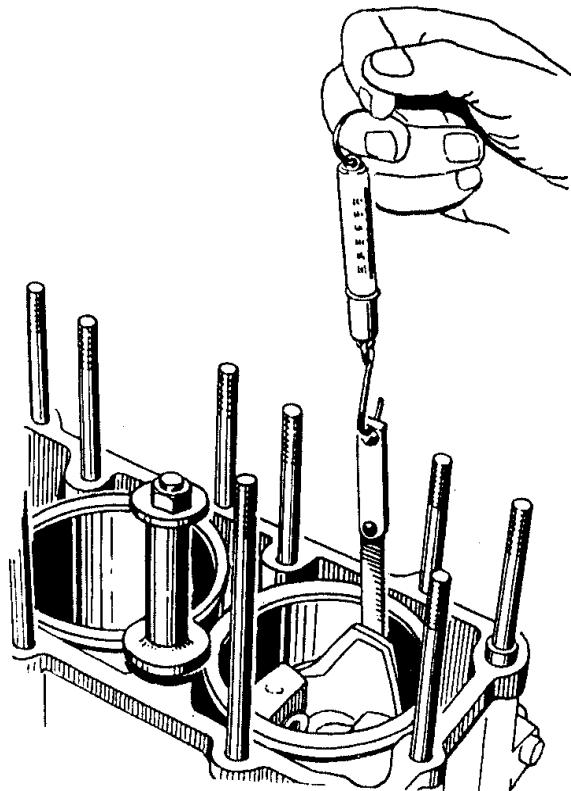

Рис.43. Подбор поршней к цилиндрям
2. Замерить усилие протягивания ленты-щупа толщиной 0,05 мм и шириной 10 мм между поршнем и гильзой, опущенного на глубину 65 мм между гильзой цилиндров и вставленным в неё в перевернутом положении поршнем (рис.43). Нижний край юбки поршня должен совпадать с верхним торцом гильзы цилиндров. Ленту – щуп размещать в плоскости, перпендикулярной оси поршневого пальца, т.е. по наибольшему диаметру поршня (для поршней с разрезной юбкой со стороны, противоположной разрезу). Величину усилия определять по динамометру, соединенному со щупом. Усилие при протягивании ленты-щупа должно быть 30...40 Н (3...4 кгс) для новых гильз и поршней. Для гильз и поршней бывших в употреблении усилие должно быть не менее 20 Н (2 кгс).